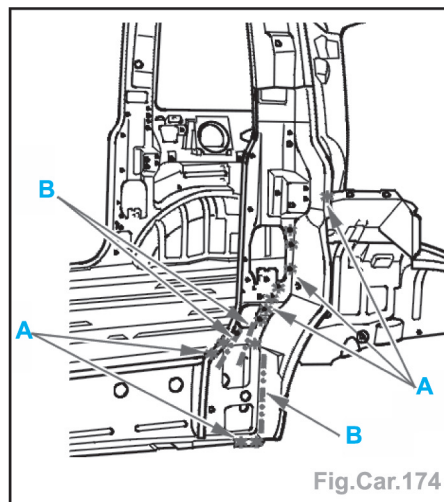

Fig.Car.174
- Dépointer par fraisage des points (suivant **A**) et meuler les cordons (suivant **B**) (Fig.Car.174).